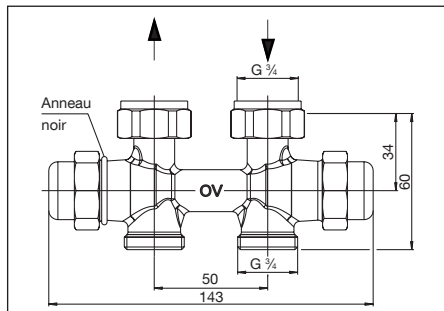
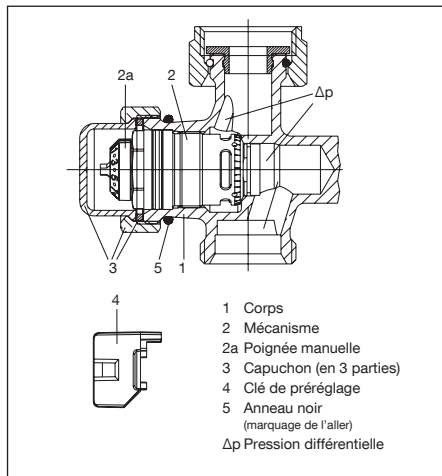
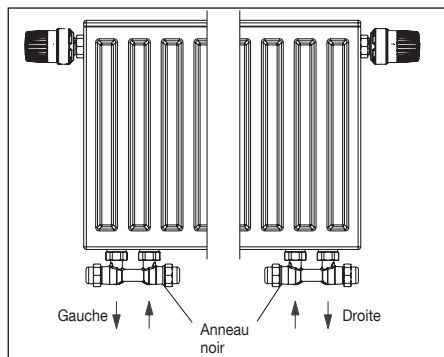

Fig. 3 Modèle droit
Fig. 5 Conception du régulateur de débit
Fig. 6 Affectation des raccordements du modèle équerre pour raccordement à gauche ou à droite
Le débit maximal peut être réglé à l'aide de la clé de préréglage (pos. 4, fig. 5) (voir paragraphe 6.2.1).
Avec l'appareil de mesure raccordé, la pression différentielle disponible au corps de robinet est mesurée. Pour ce faire, dévisser le capuchon (pos. 3, fig. 5). Démontez ensuite le mécanisme (pos. 2, fig. 5) à l'aide du «Demo-Bloc» et effectuez une mesure avec la tige pour mesurer la pression différentielle. Dès que la pression différentielle mesurée atteint un niveau supérieur ou égal à la pression différentielle  $\Delta p_{min}$  (voir 4.1), elle est assez élevée pour permettre la régulation automatique du débit par le raccord.
Il est impératif de respecter la position de l'aller et du retour pour garantir que le fluide circule dans le bon sens (voir fig. 3, 4 et 6). L'aller doit être raccordé au côté du régulateur de débit marqué d'un anneau noir (pos. 5, fig. 5). Le modèle équerre est disponible pour raccordement à gauche et à droite (affectation des raccordements voir fig. 6).
2. Dévisser le mécanisme «QA» (pos. 2, fig. 5) et le mécanisme d'arrêt «Combi LR» à l'opposé à l'aide d'une clé de 19 mm.
4. Démonter l'anneau noir (pos. 5, fig. 5) pour le marquage du raccordement pour l'aller et le monter sur le côté opposé du raccord (mécanisme «QA»).
Lors du montage, veiller à la pose parallèle et sans contraintes de la tuyauterie. Il est impératif de respecter la position de l'aller et du retour pour garantir que le fluide circule dans le bon sens. L'aller doit être raccordé au côté du raccord marqué d'un anneau noir (pos. 5, fig. 5).
Démonter le capuchon sur le côté aller (marqué d'un anneau noir, pos. 5, fig. 5).
Procéder au préréglage selon la valeur souhaitée à l'aide de la clé de préréglage (pos. 4, fig. 5). Le préréglage ne peut être effectué qu'à l'aide de la clé de préréglage fournie qui est montée sur la poignée manuelle (pos. 2a, fig. 5). Cela évite tout risque de dérèglement de la valeur réglée par des personnes non autorisées.
1. Démonter le capuchon sur le côté aller (marqué d'un anneau noir, pos. 5, fig. 5).
Dévisser le mécanisme (pos. 2, fig. 5) du corps (pos. 1, fig. 5) à l'aide de l'outil spécial «Demo-Bloc» sans vidanger l'installation.